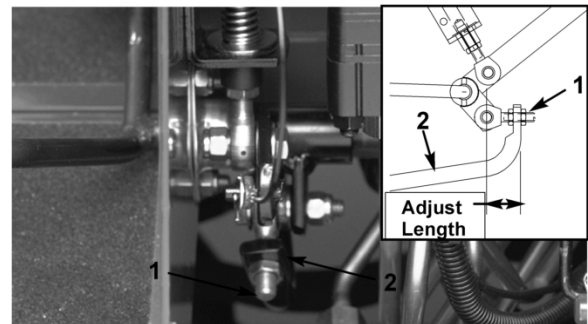

Bild 46
4. Stellen Sie die Bundmuttern am Pumpenstangenende ein, um die Pumpensteuerungsstange nach vorne zu verschieben, um ein Verschieben nach vorne zu vermeiden, oder um die Pumpensteuerungsstange nach hinten zu verschieben, um ein Verschieben nach hinten zu vermeiden (Bild 46).